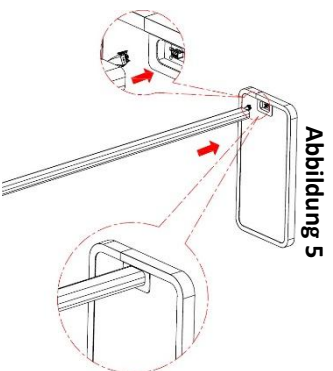

Abbildung 5
4. Montieren Sie anschließend den Leuchtenkopf, indem Sie diesen zuerst über die Steckverbindung mit dem Standprofil verbinden und dann auf das Profil aufstecken (siehe Abb. 5). Achten Sie beim Aufstecken darauf, dass keine Kabel gequetscht oder geklemmt werden.